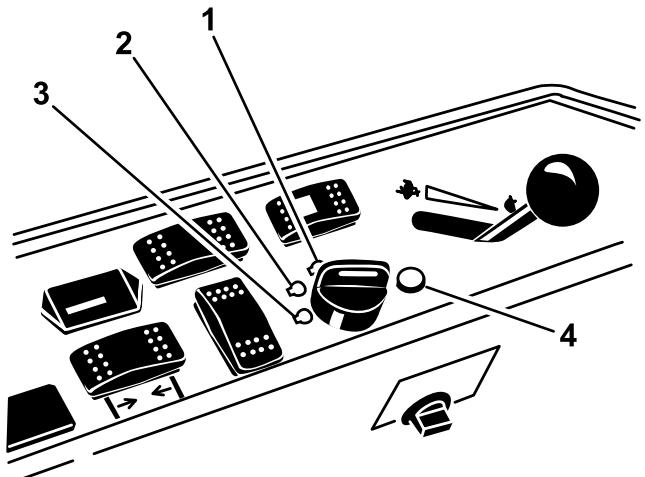

図 18
6. キーを右に、RUN 位置まで回す図 18。
3. キーを OFF 位置に回す図 18。すべての部分が完全に停止してから運転席を立つ。